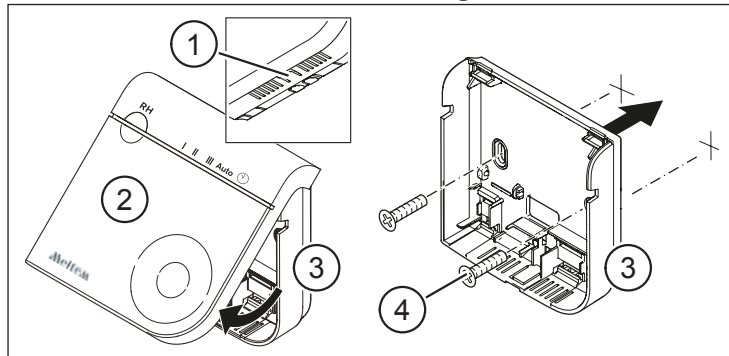

Abb. 2: Gehäuse an der Wand befestigen
- ▶ Drücken Sie auf die Nase (Pos. 1 in Abb. 2) an der Unterseite des Gehäuses (Pos. 3 in Abb. 2) und ziehen Sie den Deckel (Pos. 2 in Abb. 2) vom Gehäuse ab.
- ▶ Befestigen Sie das Gehäuse mit den mitgelieferten Schrauben (Pos. 4 in Abb. 2) und Dübeln an der gewünschten Stelle.